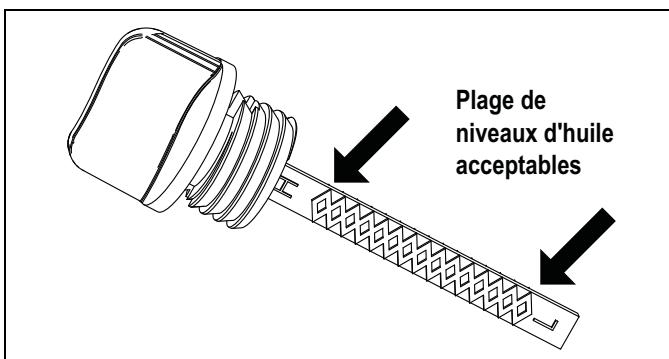

Figure 6-2. Jauge
- Si le niveau est bas, ajoutez de l'huile jusqu'à ce que le niveau se situe entre les marques « L » et « H » sur la jauge (Figure 6-2).